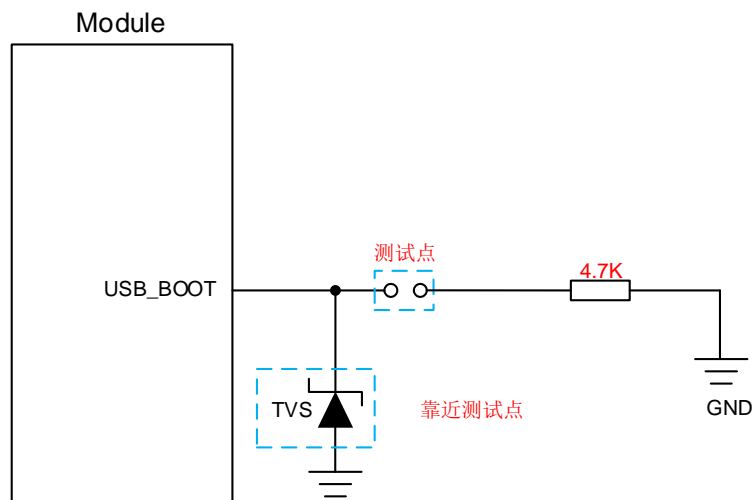

图 18: USB_BOOT 参考设计电路图
2. 使用 MCU 控制模块进入紧急下载模式时需按照如上时序图进行控制，如需手动进入紧急下载模式，请按照图 18 所示短接测试点即可。